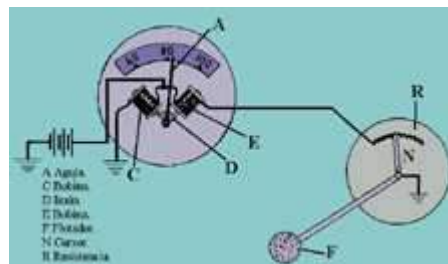

Fig. 37
- Indicador del nivel de gasolina. (fig. 37)